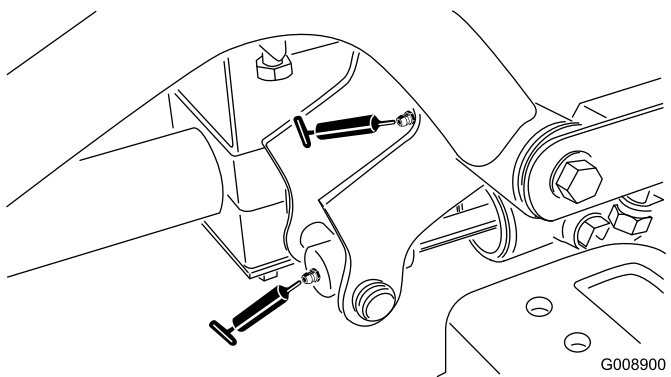

Figura 40
- 2 pivotes de brazo de elevación delantero derecho y cilindro de elevación (Figura 40)